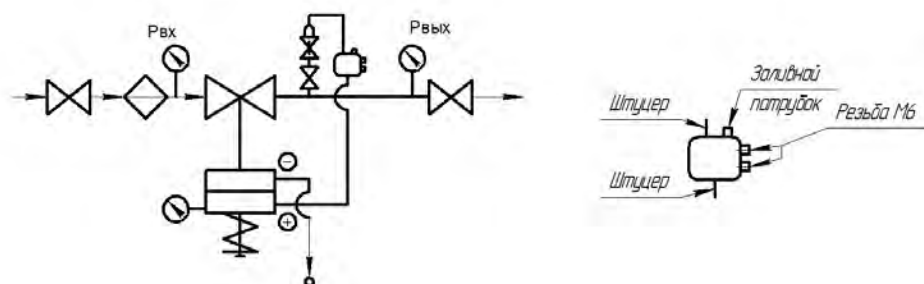

Рисунок 4
- установить штуцер из комплекта регулятора на трубопровод согласно схеме подключения регулятора (рис. 4) в месте, удобном для подсоединения импульсной линии. Штуцер вкручивается в запорный кран (внутренняя резьба G 1/2) на отводе трубопровода;